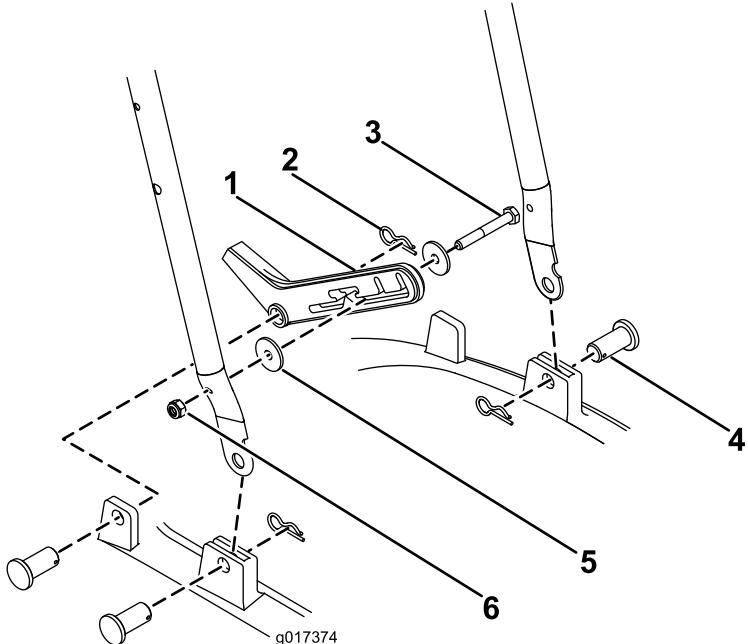

Bild 3
1. Schieben Sie den unteren Bügel in den Rahmen (Bild 3).
2. Befestigen Sie jede Seite mit einem Halterung und einem Splint (Bild 3).
3. Befestigen Sie den Fußanschlag mit einer M6-Mutter, einer M6-Schraube und zwei Scheiben an der rechten Seite des unteren Bügels (Bild 3).
4. Befestigen Sie den Fußanschlag mit einem Halterung und einem Splint am Rahmen (Bild 3).